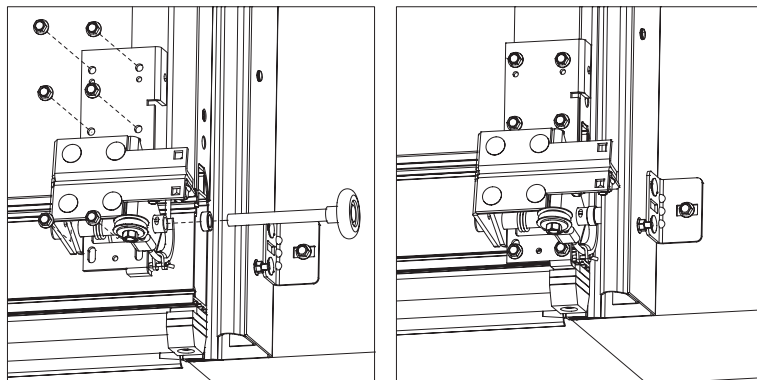

Рис.27.5
- установить на оси ходовых роликов дистанционные кольца для предотвращения бокового смещения полотна ворот (рис. 27.5). Дистанционные кольца подбираются таким образом,
- установить ходовые ролики в проушины нижних кронштейнов, завести ролики в вертикальные направляющие, закрепить каждый кронштейн к панели при помощи шести самонарезающих винтов 6,3x16 (рис. 27.5).